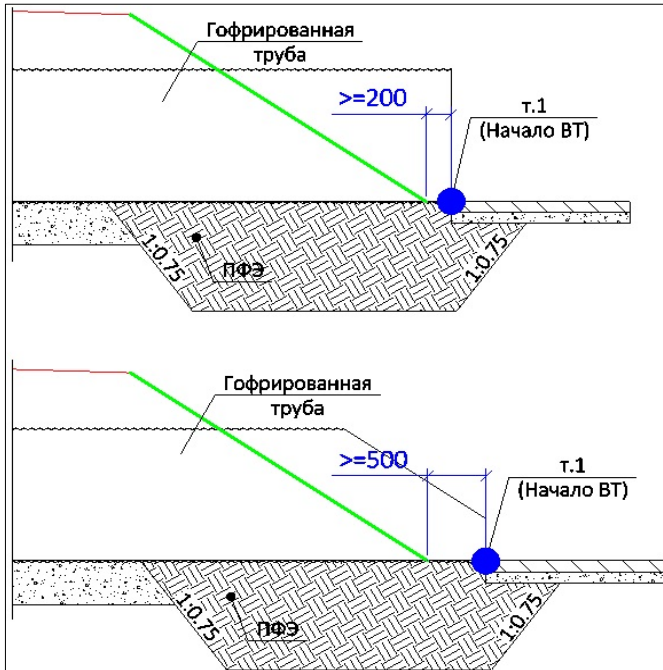

Рис. 10.15
- если **торец=прямой**, то **0,2 м** (рис. 10.15, выпуски даны в мм).
1. С вертикально срезанным торцом – оголовочная часть собирается из стандартных элементов, идентичных элементам средней части трубы (рис. 10.15 сверху).
2. Со скошенным торцом – оголовочная часть собирается из элементов трапециевидальной формы (рис. 10.15 снизу).